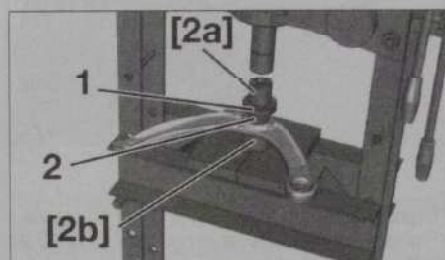

Fig. 21
- Positionner l'articulation élastique (2) entre la presse et le bras inférieur et intercaler, une cloche d'appui [2a] une butée de montage (1) et un tampon de montage [2b] adapté (Fig.21).